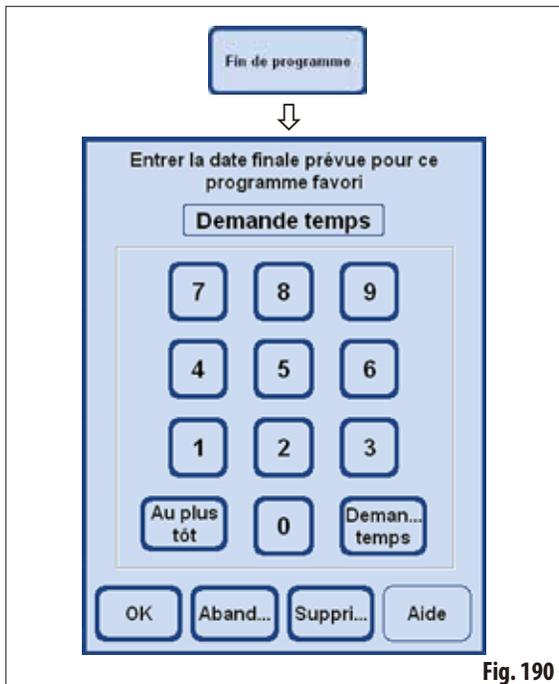

Fig. 190
- Appuyer sur le bouton **FIN DE PROGRAMME** pour ouvrir la fenêtre de saisie et y définir quand il doit se terminer (fig. 190).